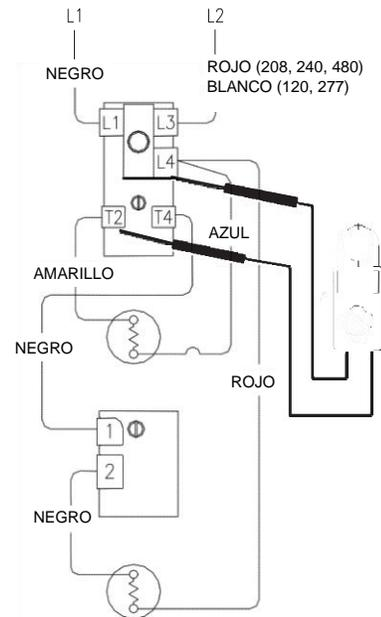

Figura 9
5. Compruebe los terminales del elemento (consulte la figura 9).